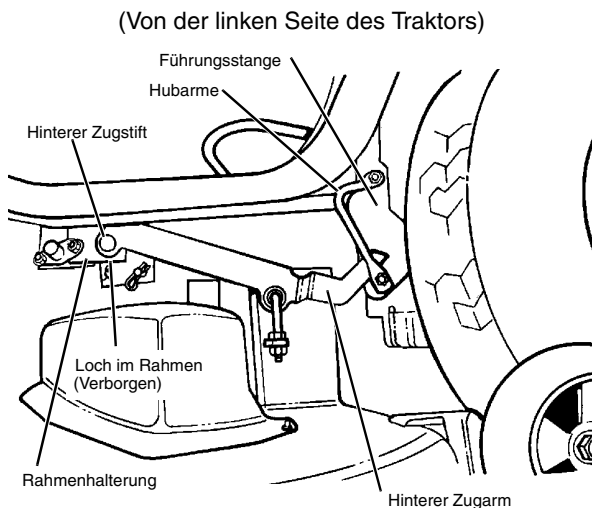

ABBILDUNG 7
- Gehäuse so positionieren, daß sich die hinteren Zugarme zwischen den goldfarbenen Führungsstangen und Hubarmen auf der Außenseite befinden (siehe ABBILDUNG 7).
- Mähwerk anheben. 50 mm Blöcke unter die rechten und linken Hinterkanten des Gehäuses plazieren, damit die Löcher im Vorderteil der hinteren Zughalter mit den Löchern in der Rahmenhalterung ausgerichtet werden können (siehe ABBILDUNG 7).